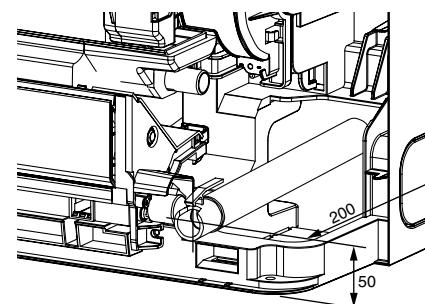

Fig. 8
- Ao orientar a tubagem de drenagem, certifique-se de que a mangueira de drenagem ① é orientada de acordo com o indicado. (Fig. 8)